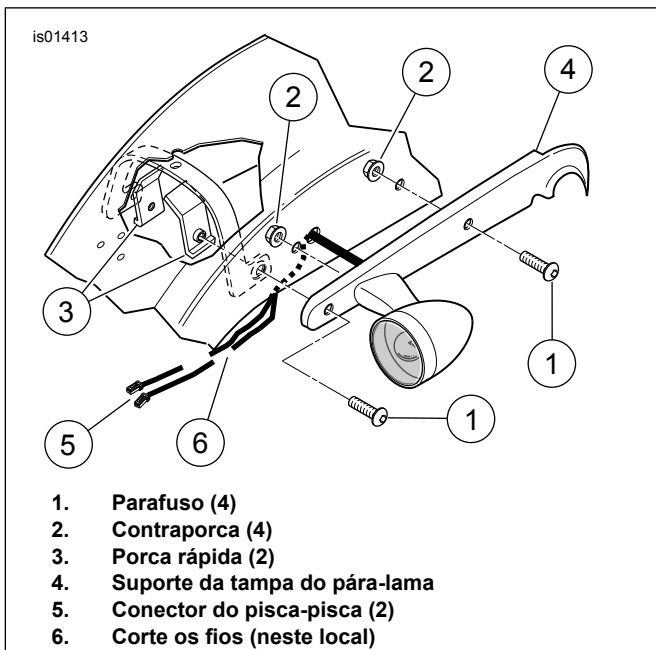

Figura 1. Remoção do suporte do pára-lama traseiro
3. Veja a Figura 1. Será necessário remover a lente da lanterna traseira para ter acesso ao conector AMP Multi-Lock. Remova os conectores de cada pisca-pisca e empurre-os para baixo através da abertura do lanterna traseiro e no pára-lama.
5. Veja a Figura 1. Remova e descarte os parafusos de cabeça abaulada dianteiro e traseiro (1), as duas contraporcas (2) e as porcas rápidas (3) da parte inferior do pára-lama das tampas dos suportes esquerdo e direito do pára-lama traseiro.